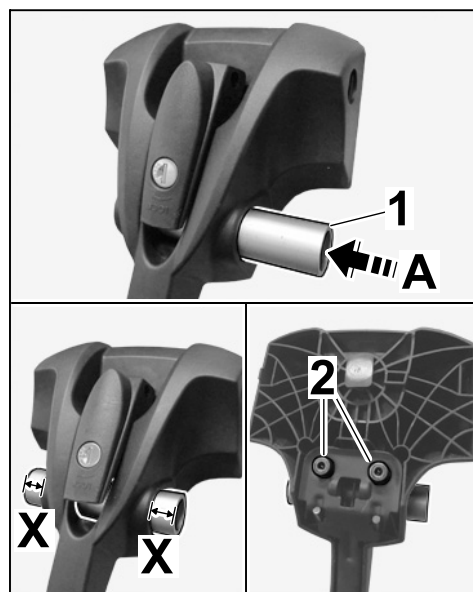

Fig. 17
1.7.2 Faire passer l'axe dans la fixation de la fourche de roue avant (⇒ Fig. 17-A-).
Ajuster la cote de dépassement (⇒ Fig. 17-X-) de manière uniforme à droite et à gauche, au niveau de la fixation de la fourche de roue avant.